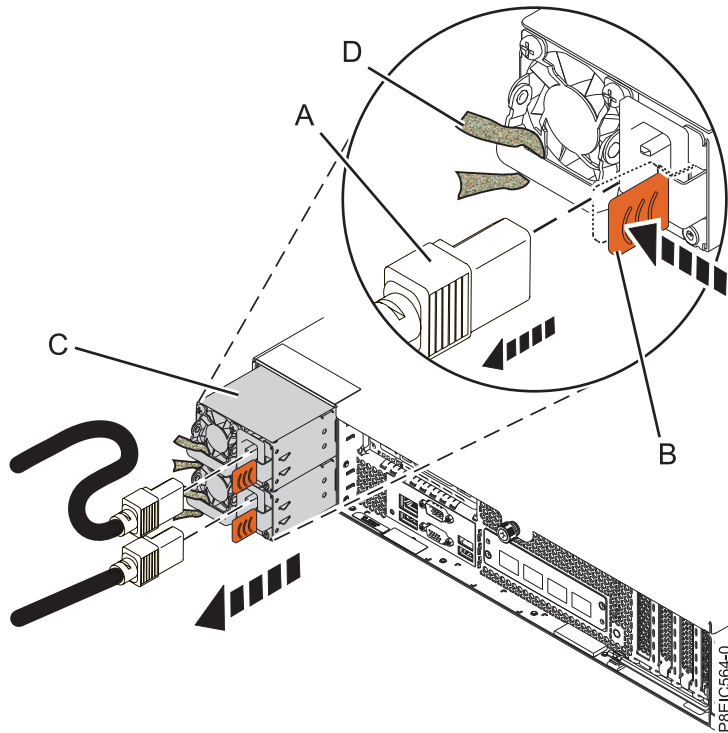

Figure 54. Retrait d'un bloc d'alimentation du système
- a. Pour retirer le bloc d'alimentation de sa position dans le système, appuyez sur la languette de verrouillage **(B)** dans la direction illustrée. Voir figure 54, à la page 86.